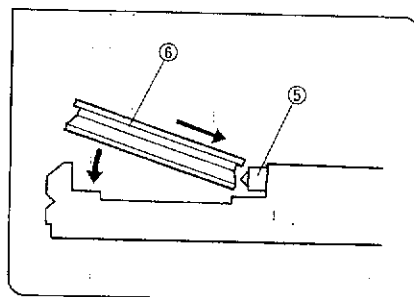

図 24
4) ターレット内側のばね⑤を、位相差リング⑥側面で押付けながら、ターレット穴の底に突当るまで挿入します。(図24)